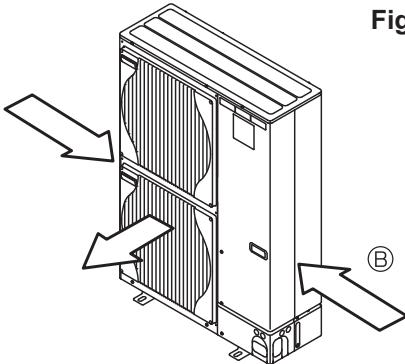

Fig. 3-4
- По возможности разместите прибор так, чтобы воздух из выходного отверстия выдувался в направлении, перпендикулярном к сезонному направлению ветра. (Fig. 3-4)